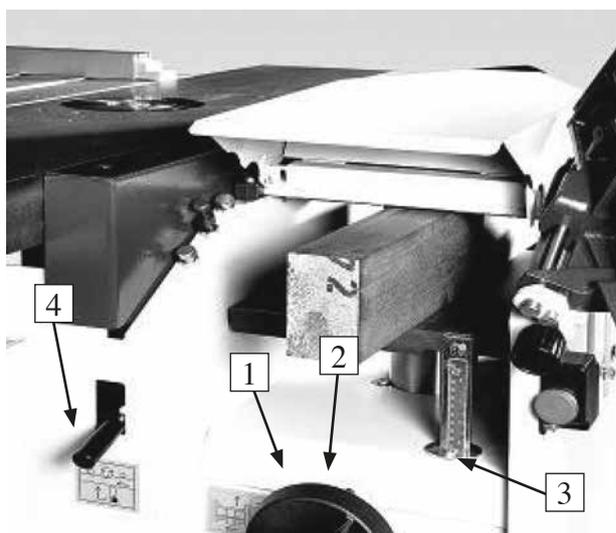

Abb.30
Gewinde reinigen und Bohrfutter so weit auf den Gewindestutzen der Messerwelle aufschrauben bis der Bohrfutterrücken am Bund der Antriebswelle (2) anliegt. Mit Inbusschlüssel die Sicherungsschrauben (1) kraftschlüssig anziehen. Nach Probelauf die Sicherungsschrauben nachziehen und die Schutzvorrichtungen anbringen (Abb.30, 1+2).